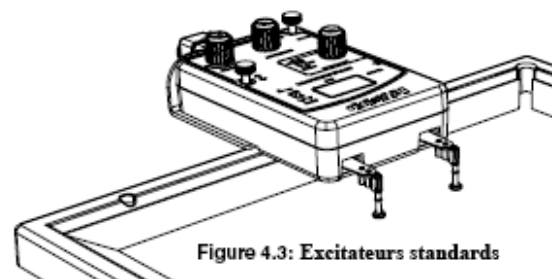

Figure 4.3: Excitateurs standards
2. Retirer les barrières de la cuve et remplacer l'excitateur ondes planes par 2 excitateurs standards. (Voir figure 4.3) Ajuster le générateur d'ondes de telle sorte que les excitateurs touchent à peine l'eau.